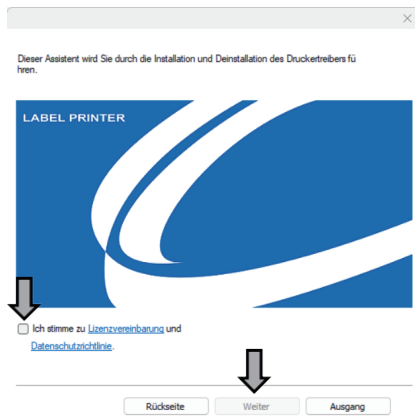

Fig.17
③ Fahren Sie mit dem nächsten Installationsbildschirm fort. Lesen Sie die Lizenzvereinbarung und die Datenschutzrichtlinie sorgfältig durch, aktivieren Sie anschließend „Ich stimme zu“ und klicken Sie auf „Weiter“ (siehe Abbildung 17).